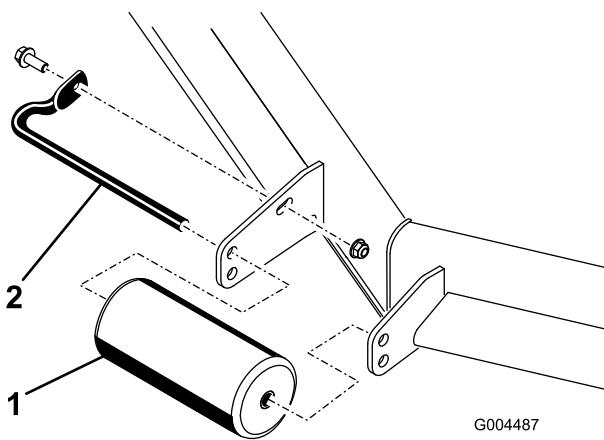

Figure 5
4. Retirez les fixations de chaque galet sur votre tondeuse et montez ou abaissez les galets à votre convenance (Figure 5).